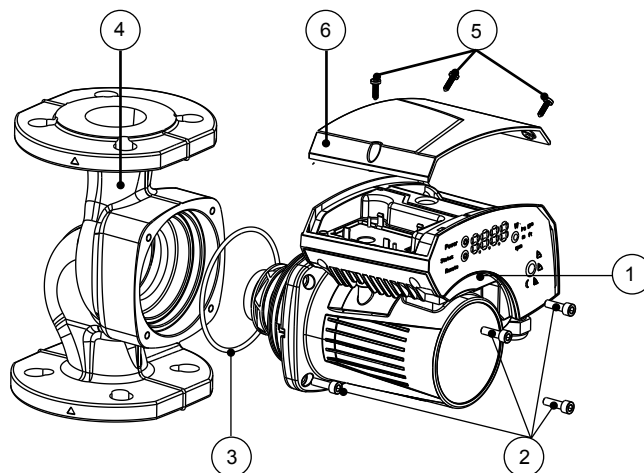

Figure 2 : Modifier la position de la tête de la pompe
1. Ouvrir le couvercle du bornier en enlevant les vis (5). Vous reporter à la figure 2 sur la page 7. Utiliser le tournevis de contrôle décrit sous la section 4.2 pour accéder aux borniers.